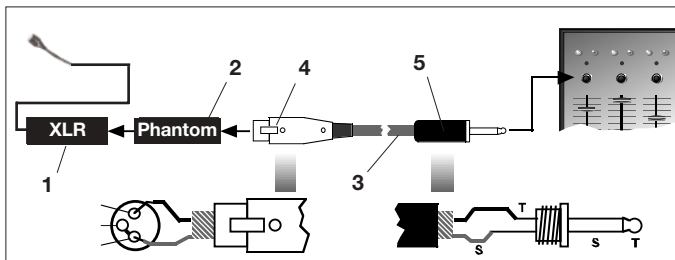

Fig. 2: Collegamento ad un ingresso asimmetrico
- Vedi fig. 2.
1. Nella presa XLR (4), collegate con un ponte a filo i contatti 1 e 3 e portateli sullo schermo del cavo.
2. Collegate il conduttore interno del cavo con il contatto 2 della presa XLR (4) e la punta della spina jack (5).